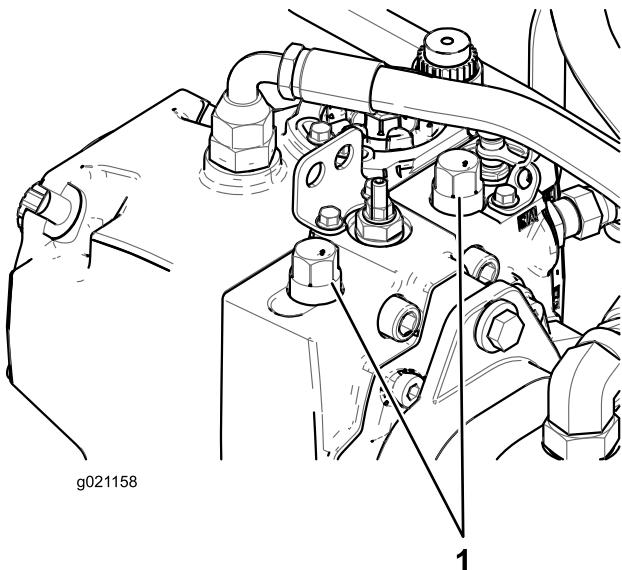

Figure 40
1. Soulevez le capot et localisez les vannes sur la pompe (Figure 40).